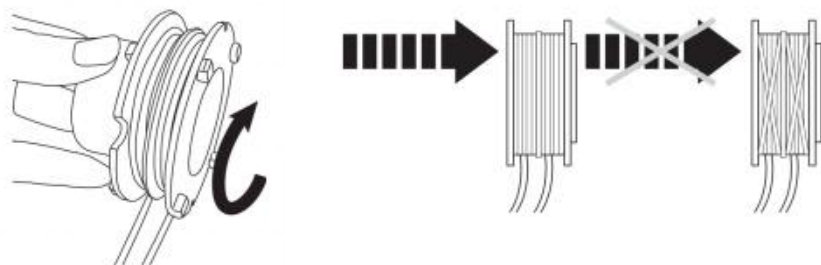

Fig. 66
3. Avvolgere saldamente i fili in senso orario attorno alla bobina, assicurandosi che siano correttamente nella rispettiva guida. (Fig.66)